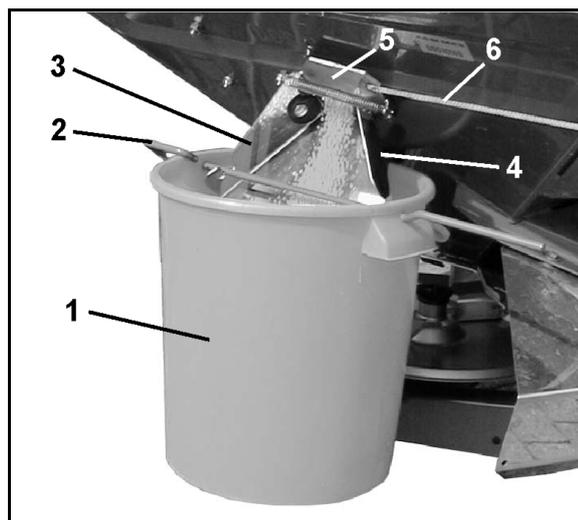

Fig. 67
1. Auffangbehälter (Fig. 67/1) mittels Bügel (Fig. 67/2) an der Auslaufrutsche (Fig. 67/3) einhängen. Auffangbehälter in Klemmvorrichtung (Fig. 67/4 u. Fig. 65/1) einrasten.
2. Seitenschieber (Fig. 67/5) von Auslaufrutsche ca. 5 sec. mittels Seil (Fig. 67/6) vollständig öffnen (um gleichmäßigen Düngerefluss zu gewährleisten). Hiernach die aufgefangene Düngermenge in den Streuer zurückschütten.